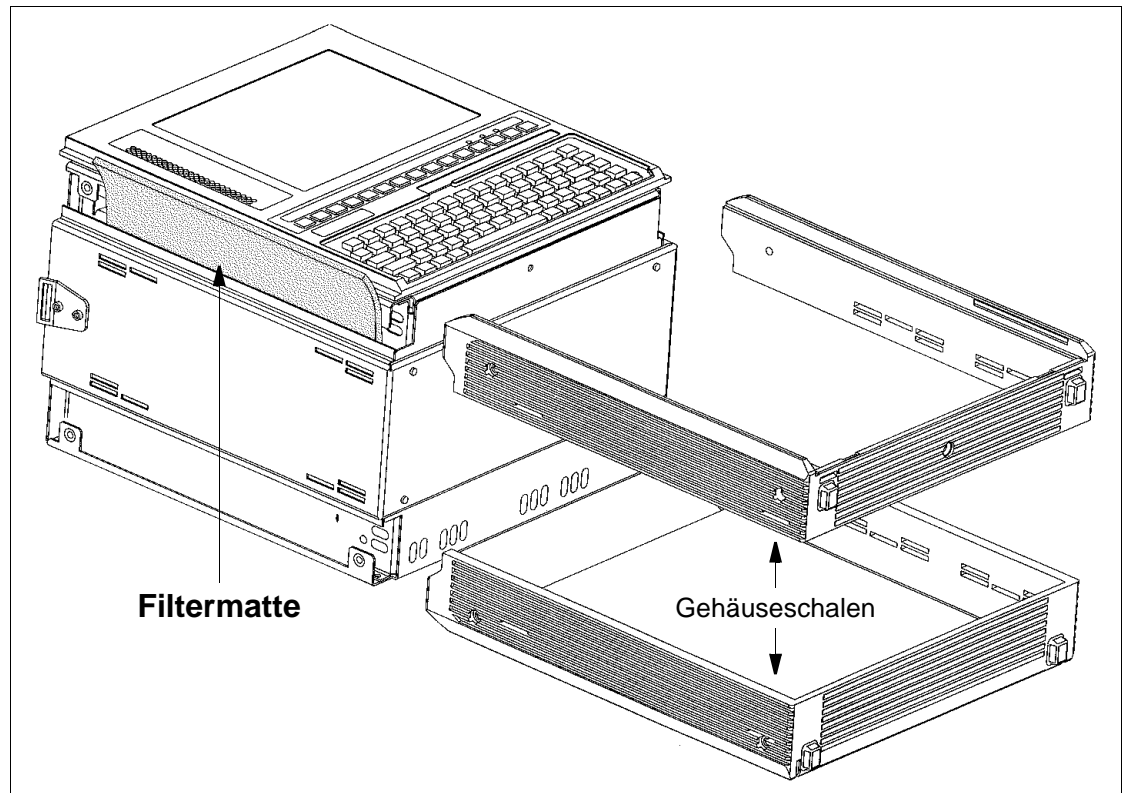

Bild W-6 Wechsel der Filtermatte beim ANT-20E
3. Entfernen Sie die Gehäuseschalen des ANT-20E (siehe Bild W-6).